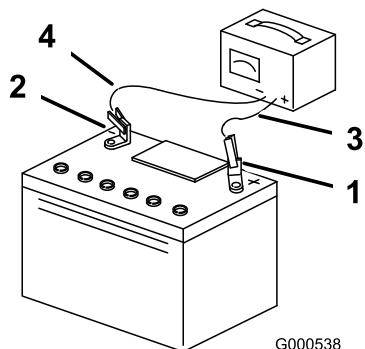

Figura 40
3. Cuando la batería esté completamente cargada, desconecte el cargador de la toma de electricidad, luego desconecte los cables del cargador de los bornes de la batería (Figura 40).